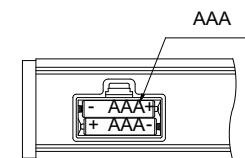

Fig.2
- Inserire due batterie AAA come mostrato in Fig. 2, installare il coperchio del vano batterie